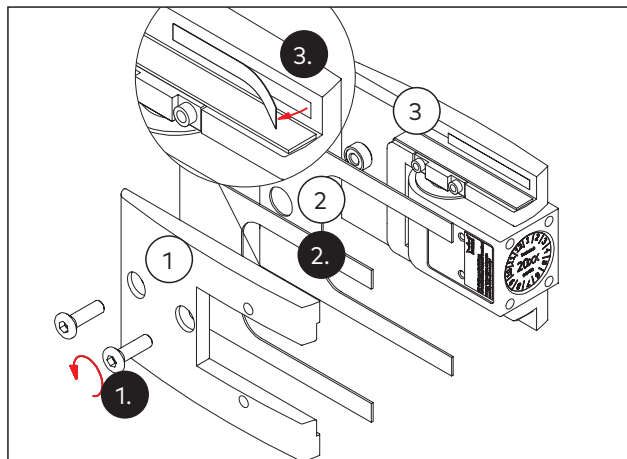

Fig. 22 Vorbereitung des Pendeltürbands
1. Die Gegenplatte (Abb. 22/1) abschrauben.
2. Die passenden Zwischenlagen (Abb. 22/2) nach der Glasdicke auswählen (siehe Kapitel 4.2).
3. Die Schutzfolien der Klebestreifen auf der Trage- und der Gegenplatte (Abb. 22/1 und Abb. 22/3) abziehen.